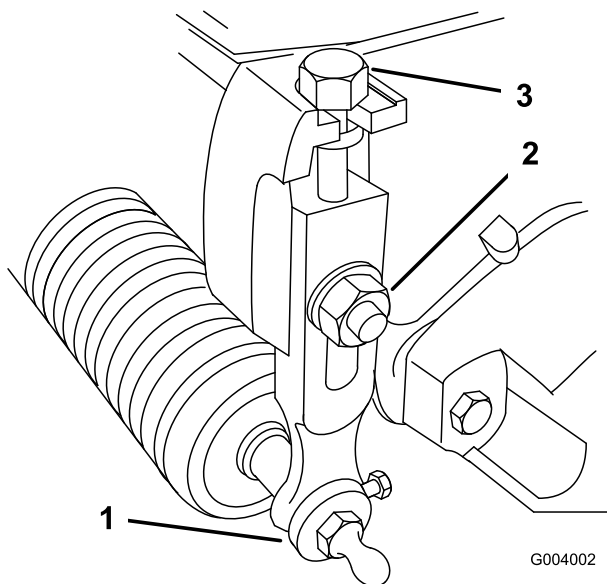

Figura 8
1. Desaperte as porcas de bloqueio que fixam os braços da altura de corte às placas laterais da unidade de corte (Figura 8).